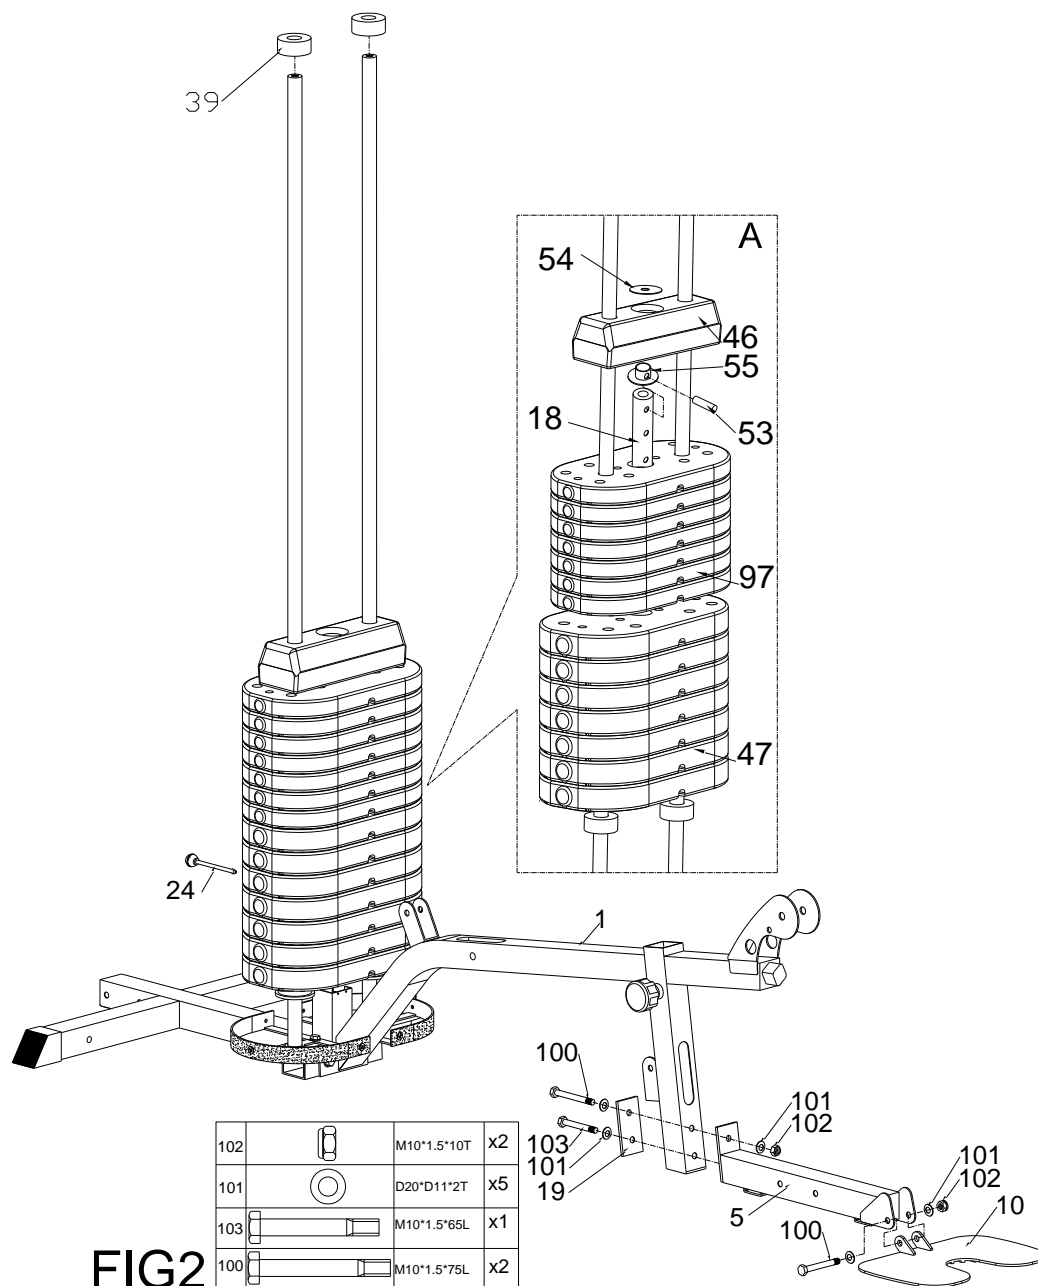

FIG2
- 3) Připevněte střední opěradlo pro záda (48A) do podpěry (86) pomocí šroubu (120) a ploché podložky (123) podle obrázku FIG2.
- 4) Připevněte hlavní nárazník (59), střední opěradlo pro záda (48A) a nižší opěradlo pro záda (48) do předního vertikálního podstavce (3) pomocí ploché podložky (101) a šroubu (103).
- 5) Připevněte přední stabilizátor (73) do předního podlahového rámu (5) pomocí šroubu (100), ploché podložky (101) a nylonové matice (102).
- 2) Připevněte vysokou kladku (56) do podstavce ventilového ramena (9) pomocí ploché podložky (101) a nylonové matice (102) podle obrázku FIG2.
- 2) Připevněte vysokou kladku (56) do jednoduché kladkové podpěry (20) pomocí kladkové směrnice (41), plastového kroužku kladky (42), ploché podložky (101), šroubu (112) a nylonové matice (102) podle obrázku FIG2.
- 3) Upevněte střední kabelový počítač (68) pomocí mezery pro kabelový počítač (72) podle obrázku FIG2.